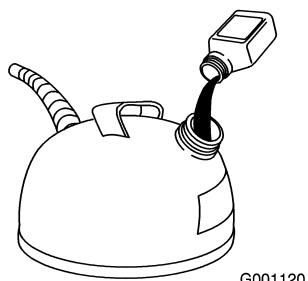

Figure 11
2. Ajoutez de l'huile pour moteur à deux temps en vous reportant au tableau ci-dessous (Figure 11) :